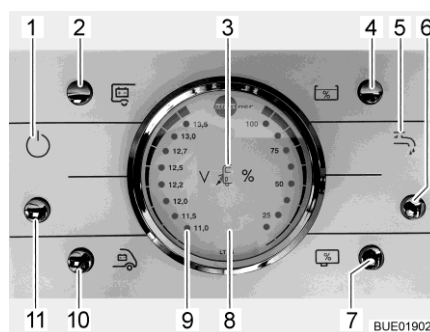

Bild 135 Panel LT 96
Knappen (Bild 135,11) kopplar till och från panelen och 12 V-försörjningen till bodelen.
Slå på: ■ Tryck på knappen (Bild 135,11): 12 V-försörjningen för bodelen är påslagen. Kontrollampan (Bild 135,1) lyser.
Slå från: ■ Tryck på knappen (Bild 135,11): 12 V-försörjningen för bodelen är avstängd. Kontrollampan (Bild 135,1) slocknar.
På instrument V/Tank (Bild 135,8) beakta vänstra skalan. Instrumentet belyses automatiskt, så snart en knapp trycks.
- Tryck på knappen (Bild 135,10): Startbatteriets spänning visas.
- Tryck på knappen (Bild 135,2): Bodelsbatteriets spänning visas.
På instrumentet V/tank kan vattennivån och avloppsvattennivån avläsas. På instrument V/Tank (Bild 135,8) beakta den högra skalan. Instrumentet belyses automatiskt, så snart en knapp trycks.
- Tryck på knappen (Bild 135,4): Vattenvolymen visas.
- Tryck på knappen (Bild 135,7): Avloppsvattenvolymen visas.
Slå på: ■ Tryck på knappen (Bild 135,6): Vattenförsörjningen är aktiverad. Kontrollampa vattenpump (Bild 135,5) tänds.
Slå från: ■ Tryck på knappen (Bild 135,6): Vattenförsörjningen är avstängd. Kontrollampa vattenpump (Bild 135,5) släcks.
Den röda varningslampan "ALARM" (Bild 135,9) blinkar så snart spänningen i bodelsbatteri har sjunkit till under 11 V (mätning under pågående drift) och risk för djupurladdning föreligger.
Kontrollampan 12 V (Bild 135,1) lyser då huvudbrytaren 12 V (Bild 135,11) är inkopplad.
230 V-kontrollampan (Bild 135,3) lyser när nätspänningen ligger på elblockets ingång.